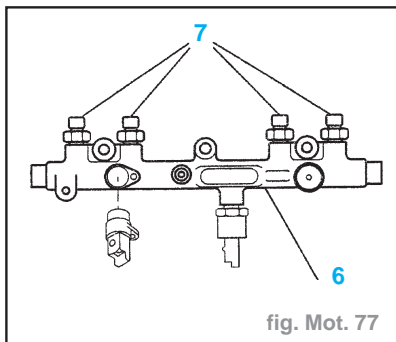

fig. Mot. 77
- Ne pas dissocier les raccords (7) de la rampe d'alimentation (6) (dysfonctionnement) (fig. Mot. 77).